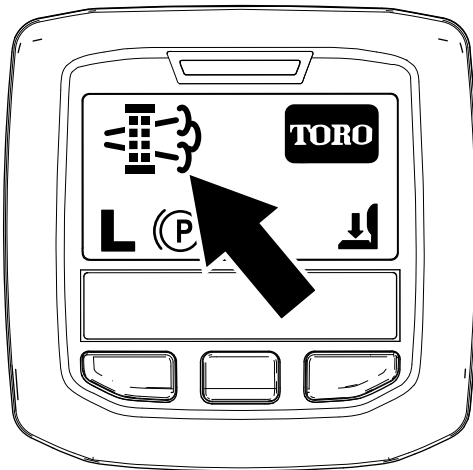

Figura 51
- Quando il computer del motore richiede una rigenerazione parcheggiata o una rigenerazione di recupero, nell'InfoCenter viene visualizzata l'icona della richiesta di rigenerazione (Figura 51).